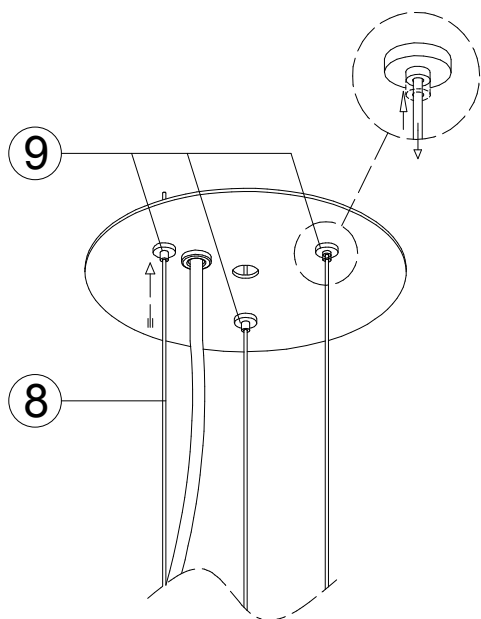

FIG. 2
- To adjust the height or balance the suspension enough to act on the latch (9) as follows: to climb the rope (8) push it up near the rail: its release locking system will lock the rope, to make must hold down the end of the latch, pull enough rope and then release the latch: lock locking system on the rope (FIG.2).
- Per regolare l'altezza della sospensione o bilanciarla è sufficiente spingere verso l'alto le funi metalliche (8) in prossimità dei saliscendi (9): al loro rilascio, il sistema di ritegno autobloccante dei saliscendi terrà bloccata la fune metallica; viceversa, se necessita far scendere la fune metallica bisogna sfilarla tenendo premuto il saliscendi (9) (FIG.2).
- Zum Einstellen der Höhe oder zum Ausgleich der Federung genug, um auf den Riegel (9) wie folgt zu handeln: zu klettern das Seil (8) schieben Sie es in der Nähe der Bahn: seine Freilassung Schließsystem wird das Seil zu sperren, zu machen müssen, halten Sie die Ende des Riegels, ziehen genug Seil und lassen Sie dann die Verriegelung: LockVerriegelungssystem auf dem Seil (Abb.2).
- Pour régler la hauteur ou d'équilibrer la suspension assez pour agir sur le verrou (9) comme suit: pour monter la corde (8) pousser vers le haut à proximité du rail: son système de verrouillage permet de verrouiller le communiqué de corde, de faire devez maintenir enfoncée la fin de la serrure, tirer assez de corde, puis relâchez le loquet: système de verrouillage de verrouillage sur la corde (figure 2).
- Для регулировки высоты или сбалансировать подвеску достаточно, чтобы действовать на защелку (9) следующим образом: чтобы подняться на веревке (8), нажмите на нее возле железной дороге: его выпук замок блокирует веревку, чтобы сделать должна удерживать в конце на защелку, потянуть достаточно веревки, а затем отпустите защелку: замок замок на веревке (рис. 2).